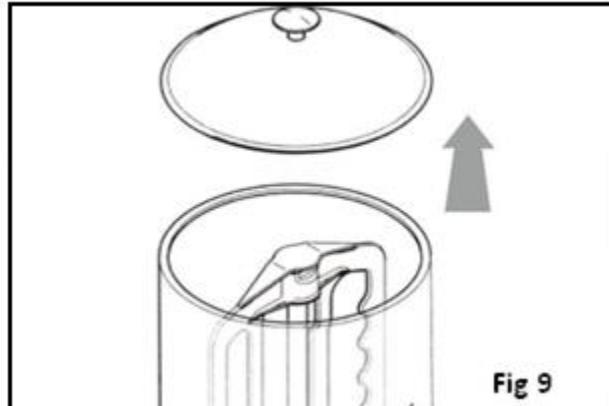

Fig 9
- Verwijder de deksel (fig. 9).